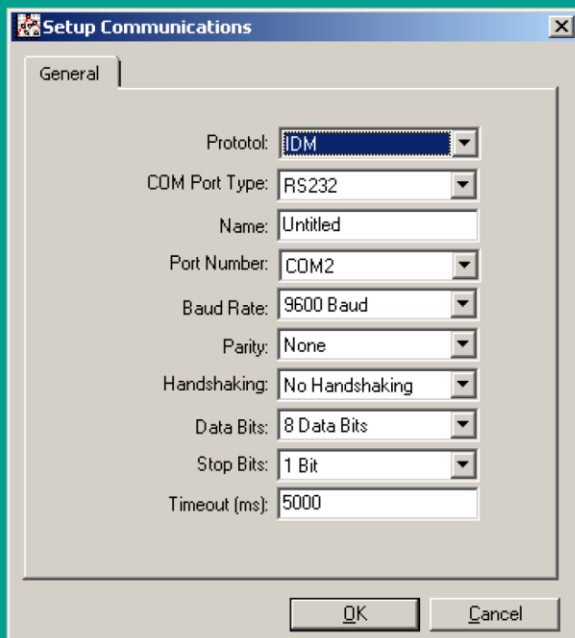

Figura 19: Pantalla de configuración de comunicaciones
4. Haga clic en la opción “*communications port (puerto de comunicaciones)*” para seleccionarla. La pantalla de configuración de comunicaciones se ve similar a la figura 19.